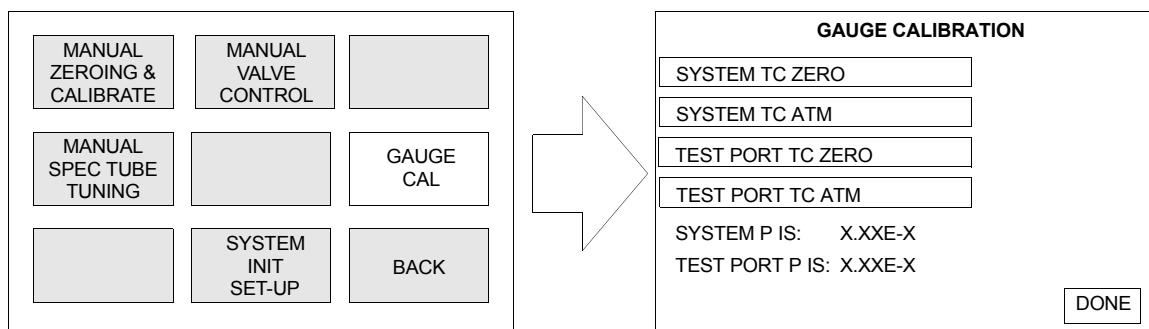

图 3-9 计量表校准屏幕
触摸 GAUGE CAL（计量表校准）框显示计量表校准屏幕（图 3-9），可以在系统压力热电偶（按钮 TC）或测试端口热电偶计量表上执行校准。
6. 移动到 **GAUGE CALIBRATION**（计量表校准）屏幕（第 3-9 页图 3-9）（如果您不在这个屏幕）。
3. 等待大约十秒钟让测试端口压力稳定下来。移动到计量表校准屏幕（第 3-9 页图 3-9）。